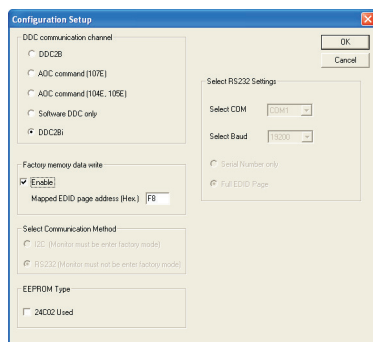

Fig. 23
1. A configuração deve ser como a fig. 23. Pressione OK.